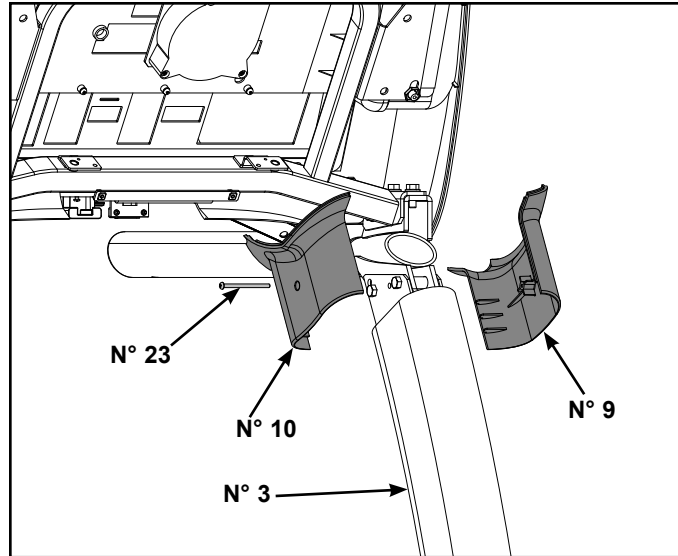

Figure 7
- A. Repérez le couvre-montant extérieur gauche (n° 9), le couvre-montant intérieur gauche (n° 10) et une vis 8/16 x 2,5 po (n° 23). Reportez-vous à la figure 7.
- B. Mettez les deux couvre-montant en place sur le montant gauche (n° 3). Reportez-vous à la figure 7.
- C. Insérez la vis 8/16 x 2,5 po (n° 23) dans le couvre-montant intérieur gauche (n° 10) et fixez à l'aide d'un tournevis Phillips. Reportez-vous à la figure 7.